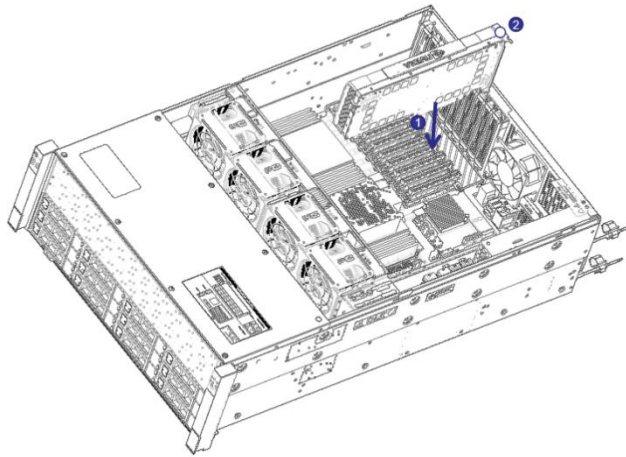

图 3-8
- 2-1. 将 M.2 卡连接器端插入主板连接器中，如下图 3-8：